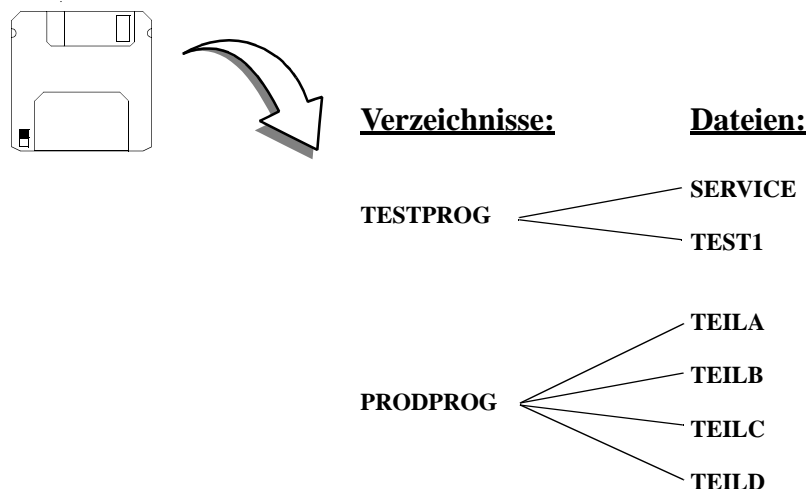

Bild 1 Die Dateien können in Verzeichnissen auf einer Diskette gespeichert werden
*Verzeichnisse* dienen der Zusammenfassung von Dateien, um eine strukturierte Speichereinheit zu schaffen, wie zum Beispiel Testprogramme in einem Verzeichnis und Fertigungsprogramme in einem anderen (siehe Bild 1).